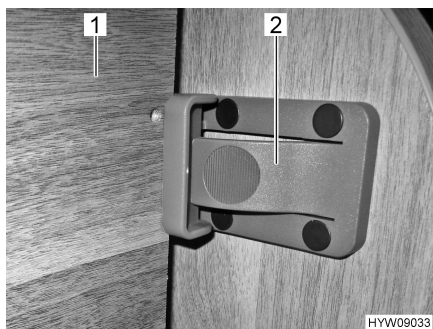

Fig. 33 Fusible avant
- Soulever le lit (Fig. 33,1).
- Sécuriser le lit avec le verrou (Fig. 33,2) à la paroi du meuble.
- Appuyer sur le verrou (Fig. 33,2).